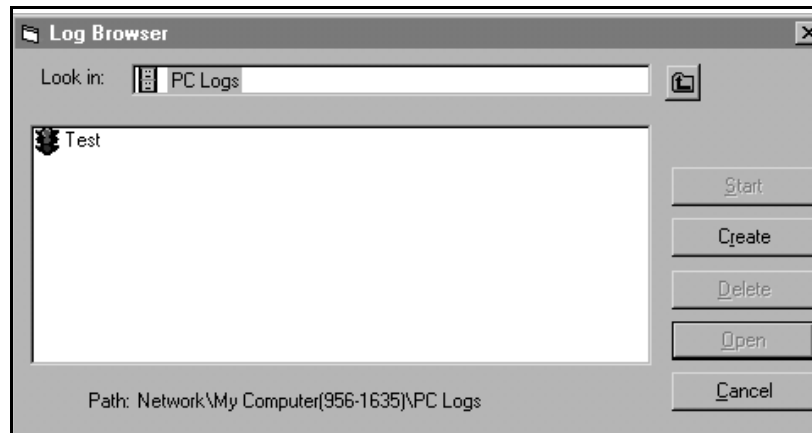

Рис. 16: Создание журнала ПК
3. Дважды щелкните по *PC Logs* (Журнал ПК), чтобы перейти к диалоговому окну, показанному на *Рис. 16* внизу.
4. В появившемся диалоговом окне, отображенном на *Рис. 16* сверху, нажмите кнопку [Create] (Создать), чтобы создать новый журнал измерений.